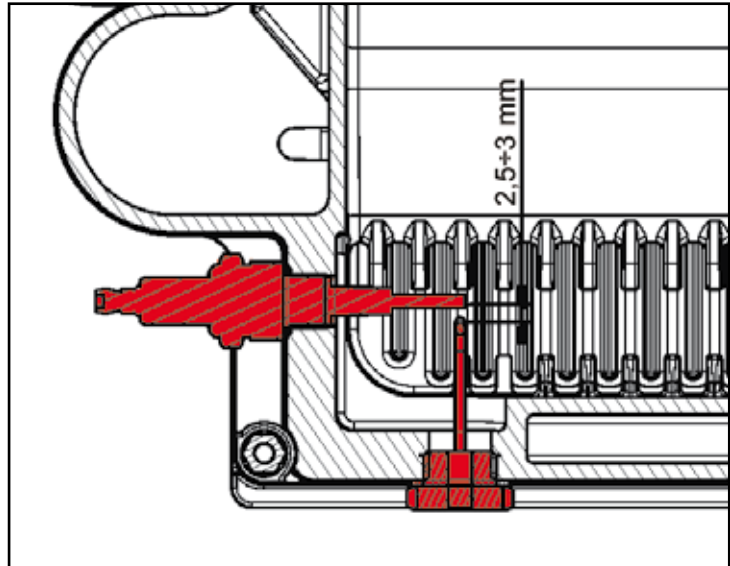

Figura 65
- 2) Dopo averla rimontata, porre particolare attenzione a che il filo interno sia in posizione verticale e verificare la corretta distanza tra elettrodo e spia fiamma (figura 65).